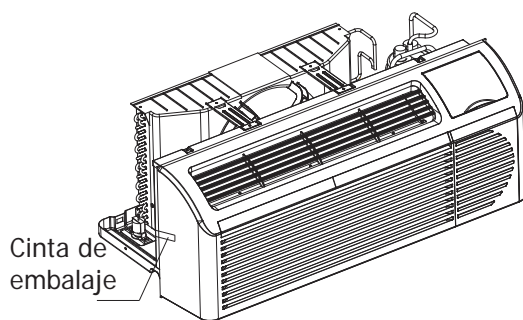

Fig. 8 – Ubicación de la cinta de embalaje
1. Retire cuidadosamente la cinta de embalaje del panel frontal y puerta de ventilación. Ver Fig. 8.